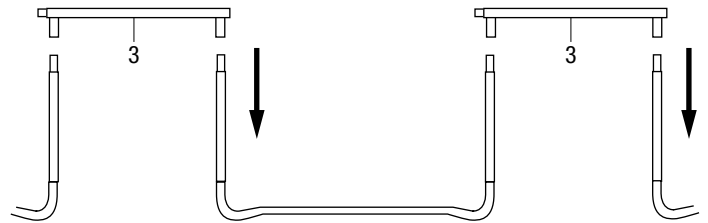

fig. 3.1
- Per eseguire questa fase di montaggio si ha bisogno di un aiutante. Una persona tiene il gruppo di sostegno di cui alla fase 2 in una posizione verticale ed inserisce le gambe d'appoggio di una tubatura del telaio con gamba d'appoggio (3) su una gamba fissa del gruppo di sostegno. L'altra persona tiene ferma l'altra estremità ed inserisce il pezzo nell'altro gruppo di sostegno. A questo punto sono disponibili 2 gruppi di sostegno che vengono tenuti insieme da una tubatura superiore del telaio con gambe d'appoggio. (Fig. 3.1)